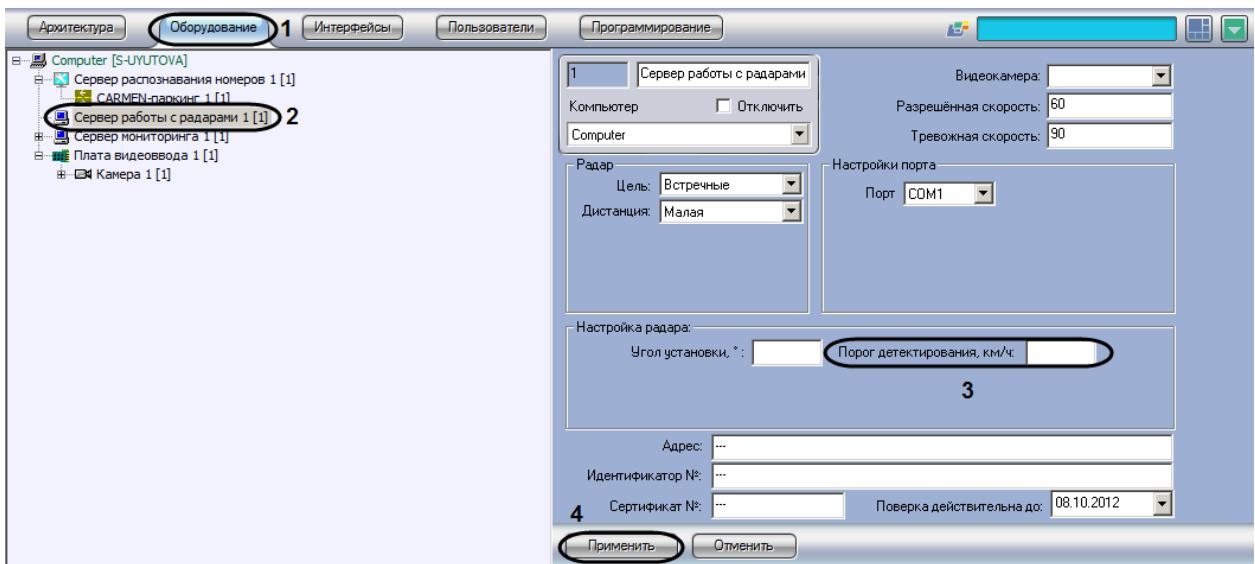

Рис. 7.3—8. Указание минимальной скорости движения транспортного средства, определяемого устройством «Радар»
2. В дереве объектов на вкладке «Оборудование» выбрать объект «Сервер работы с радарами», соответствующий настраиваемому программному модулю «Радар» (см. Рис. 7.3—8, 2). В правой части вкладки «Оборудование» отобразится панель настройки выбранного объекта.
3. Задать в поле «Порог детектирования, км/ч» минимальную скорость движения транспортных средств, определяемую устройством «Радар» (см. Рис. 7.3—8, 3).
4. Нажать кнопку «Применить» (см. Рис. 7.3—8, 4).